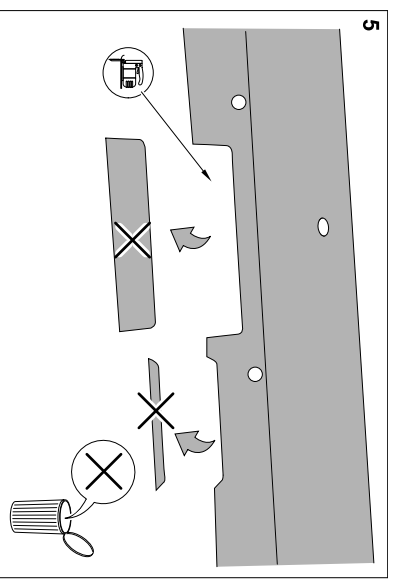

Figura 5: Barra del paraurti con taglio
- 14.) Ritagliare la barra del paraurti nella zona di montaggio del gancio di traino a sfera seguendo la marcatura; v. figura 5.